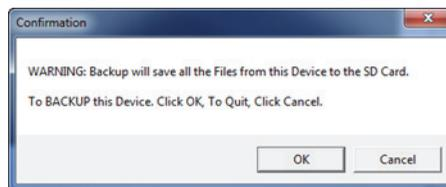

Figura 6-31 Cuadro de diálogo Confirmation para confirmar el inicio del proceso de respaldo (copia de seguridad)
5. Cuando el cuadro de diálogo **Confirmation** aparece (vea la Figura 6-31 en la página 362), haga clic en el botón **OK** para iniciar el proceso de respaldo (copia de seguridad).